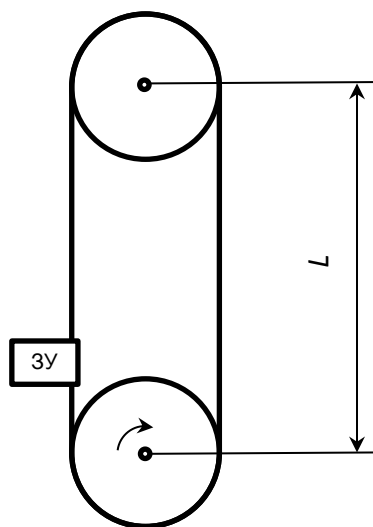

Рис. 4. Манипулятор на ременной передаче
10. При проектировании манипуляционного устройства робота школьник решил использовать ременную передачу (рис. 4)